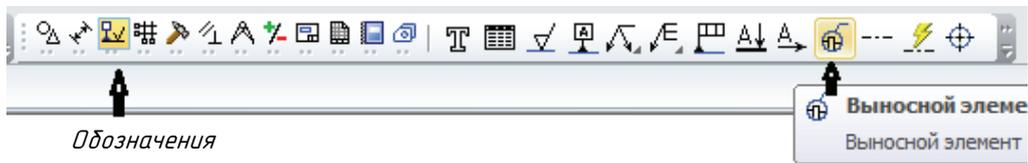

Рис. 8.23
- Нажмите кнопку  **Выносной элемент** на инструментальной панели **Обозначения** (рис. 8.23).